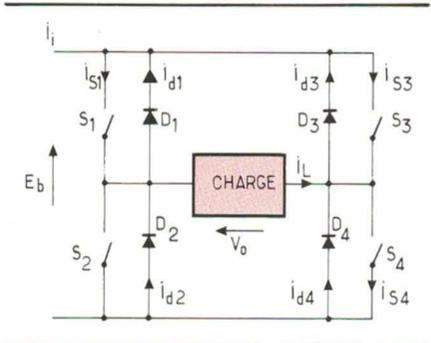

Fig. 5
La structure de l'électronique de puissance est celle de la figure 5. La source de tension est réversible en courant, et la source de courant dans la branche horizontale du H est réversible en tension et en courant. Cette structure correspond à celle d'un hacheur, mais peut être utilisée pour constituer un onduleur à phase et à fréquence variables (9). L'objectif qui nous intéresse est le hacheur, avec lequel, du reste, on pourrait constituer un onduleur à modulation de largeur (10).